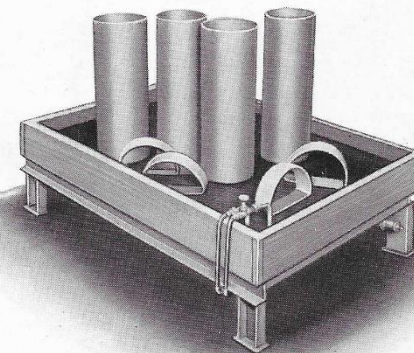

Abb. 2
- 2) heizbares Wasserbad, etwa 50 mm Wassertiefe (Abb. 2)
in das Bad eintauchen (Abb. 2). Nachdem die Fiber genügend geweicht ist, wird der geschweißte Drahring über das Kopfende gezogen, die Fiber von Hand nach außen umgebogen und über den Drahring gelegt. Durch Anhalten einer Meßplatte an zumindest vier Stellen des oberen Randes ist die gleichmäßige Höhe der Kanne zu prüfen. Das ebenfalls im warmen Wasser zu einem Teil geweichte Stoßband (Abb. 2) wird über den unteren Teil des Zylinders gezogen. Nach etwa zwölfständiger Trockenzeit haben sich sowohl der umgebogene Fiberrand als auch das Stoßband fest angelegt.